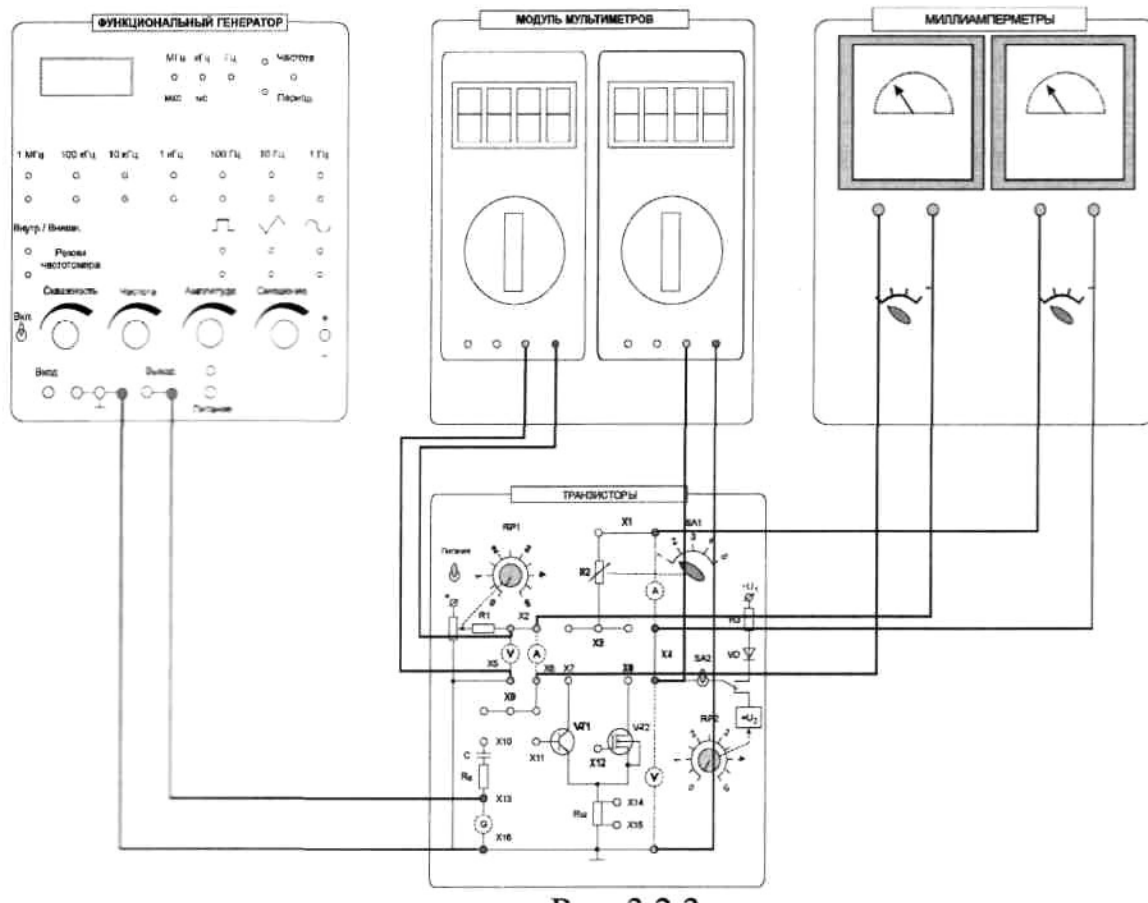

Рис. 3.2.3.
Основными характеристиками транзистора, включенного по схеме с общим эмиттером, являются статическая характеристика прямой передачи по току  $I_K = f(I_B)$  при  $U_K = \text{const}$ , статическая выходная характеристика  $I_K = f(U_{КЭ})$  при  $I_B = \text{const}$  (рис. 3.2.3), а также статическая входная характеристика  $I_B = f(U_{БЭ})$  при  $U_{КЭ} = \text{const}$ .
3.1 Ознакомиться с лабораторным модулем для исследования транзисторов. Собрать схему для снятия характеристик биполярного транзистора (рис. 3.2.3). Между гнездами X2 и X6 включить миллиамперметр и соединить перемычкой гнезда X9-X11. Между гнездами X1-X4 включить второй миллиамперметр модуля миллиамперметров. Соединить перемычкой гнезда X3-X7. Между